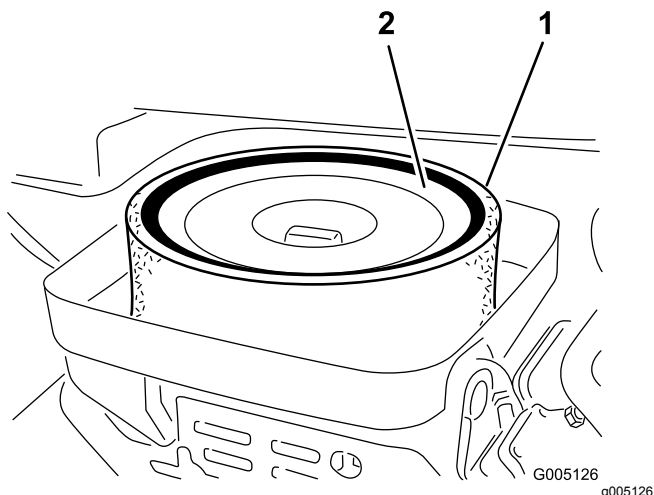

Figure 32
3. Enlevez l'écrou à oreilles qui fixe les éléments au boîtier du filtre à air (Figure 32).
4. Si l'élément en mousse est encrassé, sortez-le de l'élément en papier (Figure 32). Nettoyez-le soigneusement comme suit :